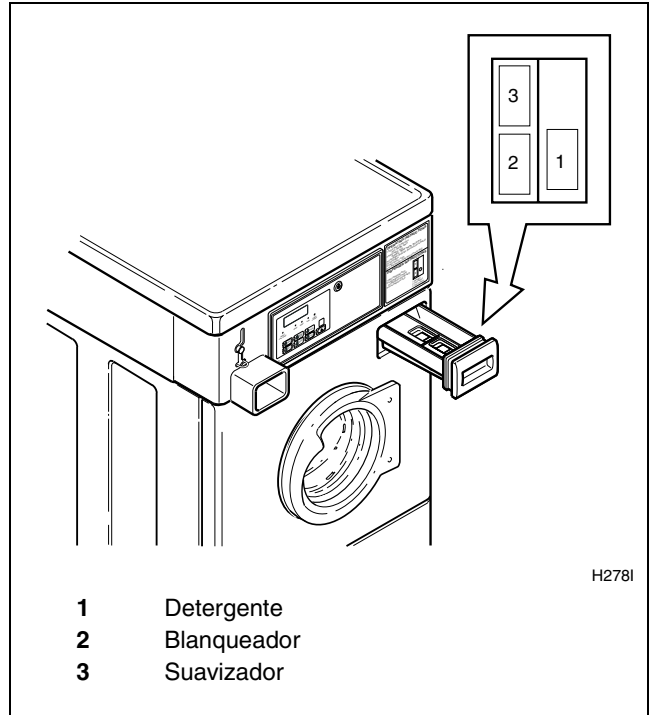

Figura 34
Abra la gaveta del surtidor. Mida y agregue detergente de baja espuma (1) blanqueador (2) y suavizador de tela (3) a la gaveta del surtidor (consulte la Figura 34). Cierre la gaveta del surtidor.